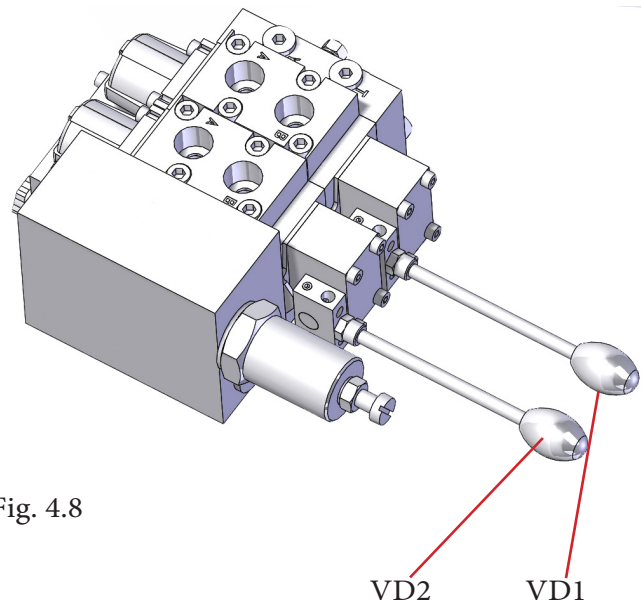
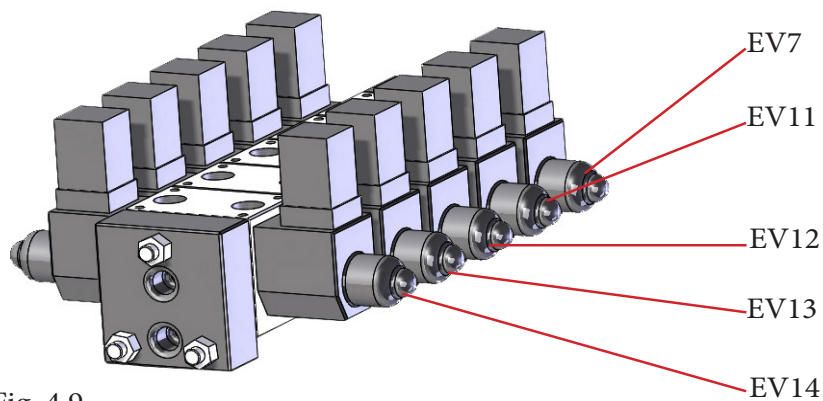

Fig. 4.8
Fig. 4.9
4. Sur le distributeur des chenilles (fig. 4.8), agir sur le levier de droite VD1 en avant et en même temps presser une des électrovalves des stabilisateurs, de EV11, EV12, EV13 et EV14, un par un jusqu'à la fin (Fig. 4.9)